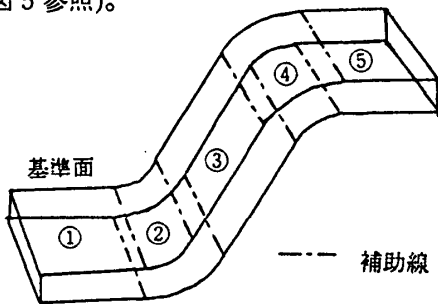

図4 展開部分の確定
(2)ワイヤフレーム上の全ての面のうち、z-x平面に平行な面を求め、これを基準面とする。板金物体の表を成す面は補助線を介して接している(図4)ので、基準面を始まりとした面の接続関係を調べることにより展開部分の確定ができる。図4の例では、①から⑤は補助線を介して接している。